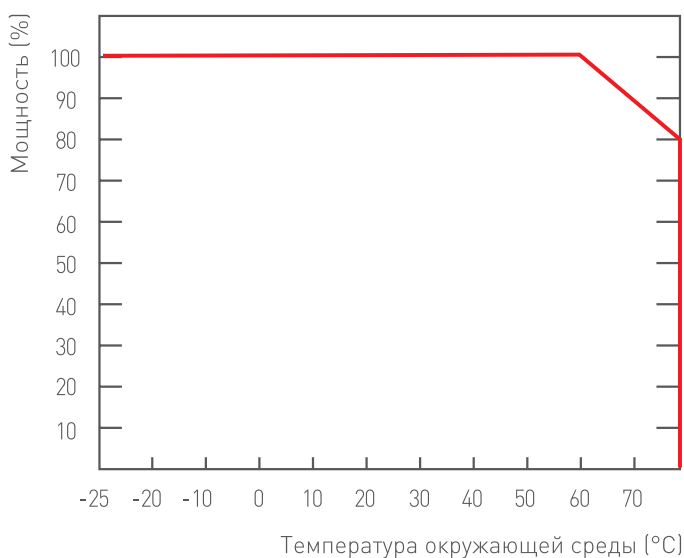

Рис. 1 – График зависимости номинальной мощности блоков питания от колебаний температуры окружающей среды.
2. Не нагружайте блоки питания более 80% от его максимальной мощности. Учитывайте, что с повышением температуры окружающей среды, максимальная мощность блока питания снижается (Рис. 1).